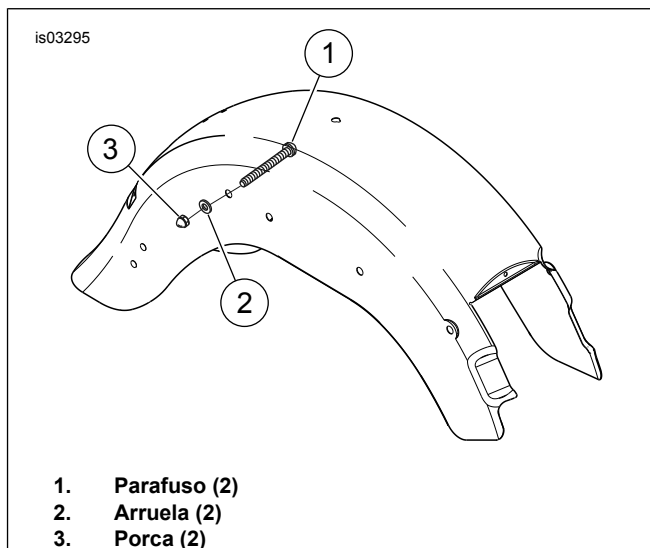

Figura 2. Instalação das ferragens (FLST)
3. Veja a Figura 2. Instale o alforje usando os parafusos (1) (do kit de pneu largo), as arruelas (2) e as porcas (3). Os parafusos são instalados de dentro para fora do pára-lama.